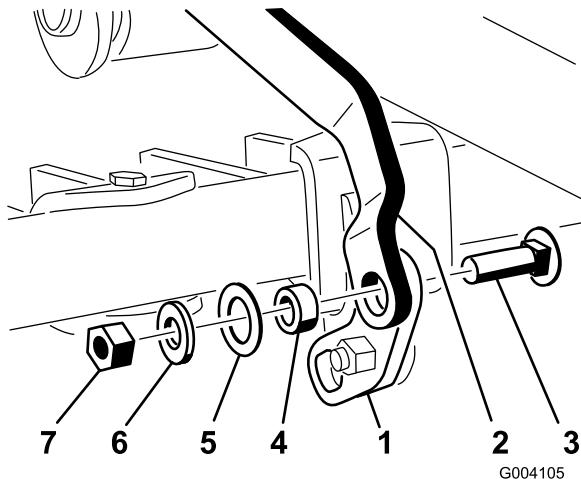

Figura 16
- Con la curva del conjunto de pedal de elevación hacia arriba, conecte el extremo de la pletina de unión a la pestaña de pivot (orificio cuadrado) usando un perno de cuello cuadrado ($\frac{3}{8}$ " x $1\frac{1}{4}"), un espaciador, una arandela de 1", una arandela de $13/16$ ", y una contratuerca ($\frac{3}{8}"), como se muestra en la Figura 16.$$